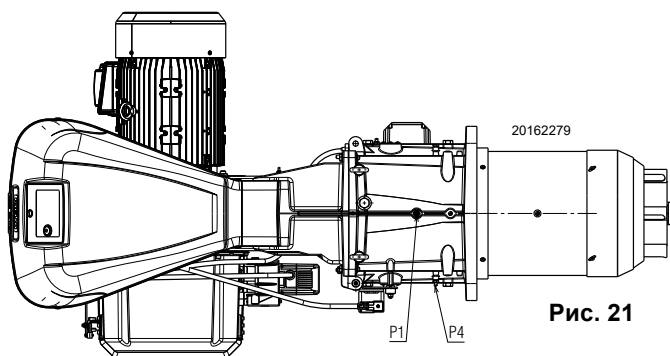

Рис. 21
Давление газа, измеренное на штуцере P1(Рис. 21), с:
- вычитите из давления газа на штуцере P1) (Рис. 21) давление в камере сгорания.
$$\begin{aligned} \text{Давление газа на штуцере P1) (Рис. 21)} &= 27,6 \text{ мбара} \\ \text{Давление в камере сгорания} &= 2 \text{ мбара} \\ 27,6 - 2 &= 25,6 \text{ мбара} \end{aligned}$$
Для того, чтобы узнать давление газа, необходимое на штуцере P1(Рис. 21), определив МАКС. мощность, при которой должна работать горелка:
- Посмотрите справа в столбце 1 давление на штуцере P1) (Рис. 21).
необходимое давление на штуцере P1(Рис. 21).